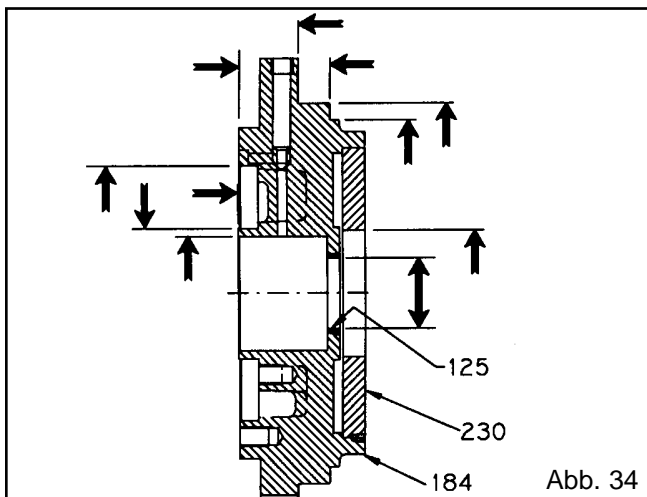

Abb. 34
- Überprüfen, ob alle Dichtscheiben- bzw. O-Ringflächen sauber sind und keine Beschädigungen aufweisen, durch die die Dichtleistung beeinträchtigt werden könnte (Abb. 34).
- Den Innendurchmesser der Stopfbuchse messen (1125). Wenn der diametrische Spielraum zwischen der Stopfbuchse und der Wellenschutzbuchse (126) 0,89 mm überschreitet, ist der Ersatz einer oder beider Buchsen erforderlich. Das Ersetzen der Stopfbuchse ist unter *Austausch der Verschleißteile* beschrieben.